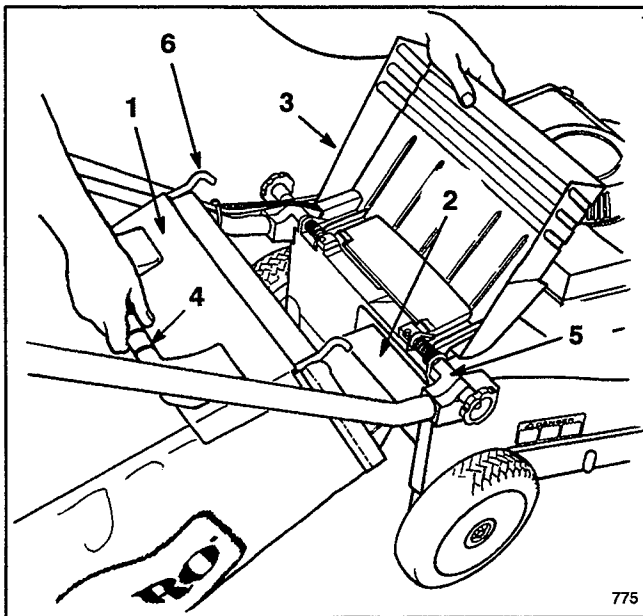
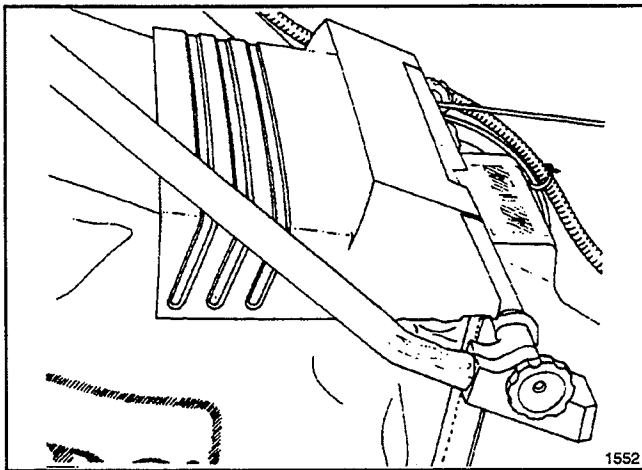

Figure 15
Figure 16
2. **MONTAGE DU SAC** —Lever le volet de l'éjection, insérer l'embouchure du sac dans l'ouverture d'éjection, et accrocher l'armature du sac sur la partie arrondie des supports de montage (Fig. 15). Laisser le volet d'éjection reposer sur le sac (Fig. 16).